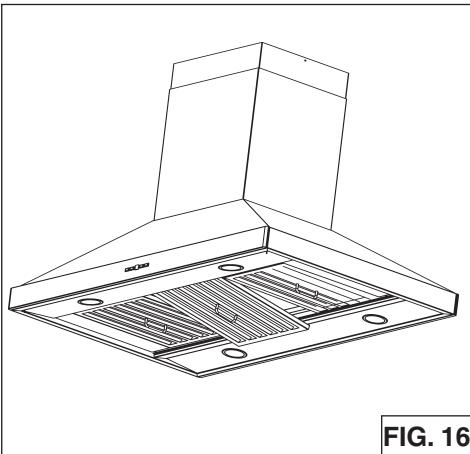

FIG. 16
1. Para quitar el filtro de grasas, (Fig. 16) empuje el filtro hacia el frente hasta que se libere de la guía, después tire del filtro para soltarlo de la campana. Inclinar filtro y quitar.